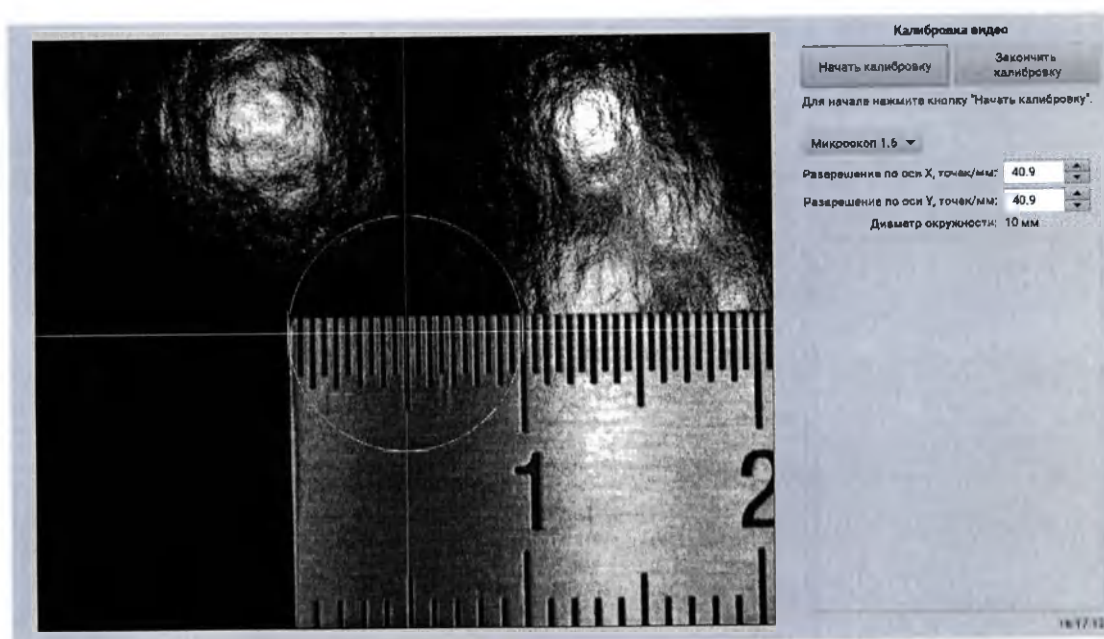

Рис. 8.9: Окно калибровки видео (начало)
2. На открывшейся панели нажмите кнопку *Начать*. Появится окно калибровки (рис. 8.9).
4. Разместите линейку на приборном столике в фокусе микроскопа вдоль оси X таким образом, как изображено на рис. 8.9.
расстояние, указанное в поле *Диаметр окружности* в правой части окна калибровки, и выполните щелчок ЛКМ на данной точке (рис. 8.9).